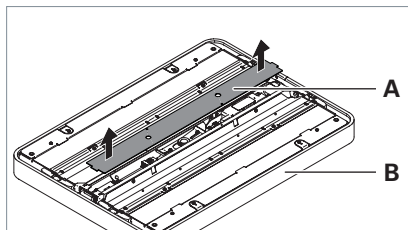

Fig. 16: Rimozione della copertura.
- Estrarre le due viti nella copertura **A** e togliere la copertura dalla testa dell'apparecchio d'illuminazione **B**, vedi Fig. 16.